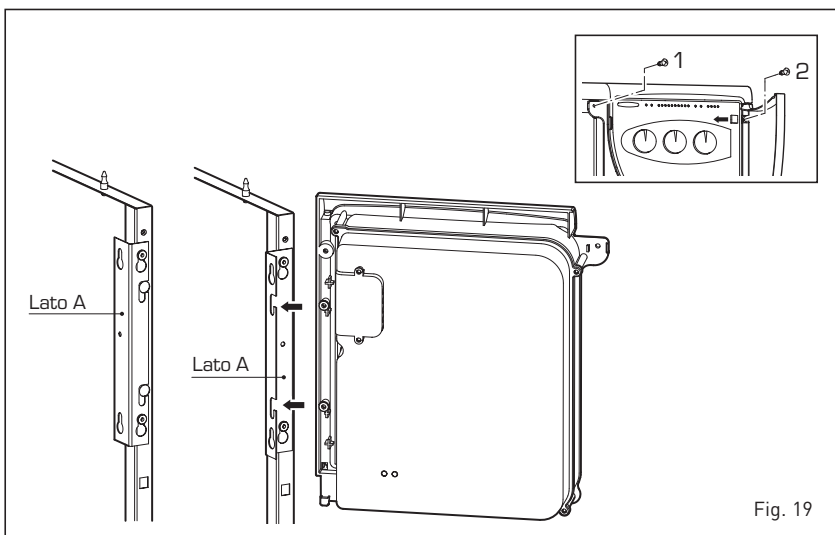

Fig. 19
4.7.1 Desmontaje tapa envolvente de caldera y panel de mandos (fig.19)